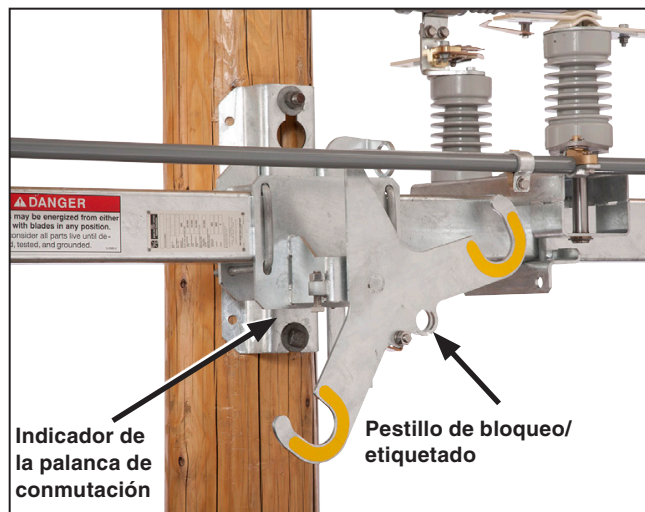

Figura 23. El pestillo de bloqueo/bloqueo al cierre de la palanca de la pértiga se debe alinear con el pestillo de la base.
**Abierto:** En la posición de **Abierto** aún se deberá sentir una fuerza, aunque menor, para dar inicio al cierre del interruptor. Ver Figura 23. El pestillo de bloqueo/bloqueo al cierre de la palanca de la pértiga se debe alinear con el pestillo de la base.